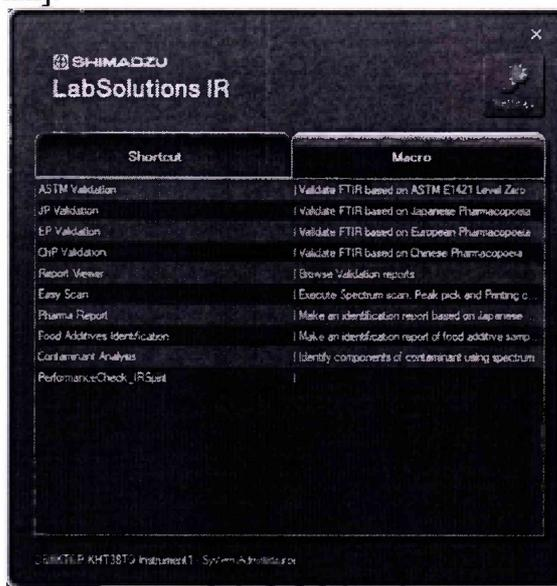

Рисунок 6
8.4.2.1 В меню LabSolutions IR выбрать вкладку Macro, во вкладке Macro выбрать пункт PerformanceCheck_IRSpirit (см. рисунок 6), программа запустится автоматически после нажатия кнопки [Run].